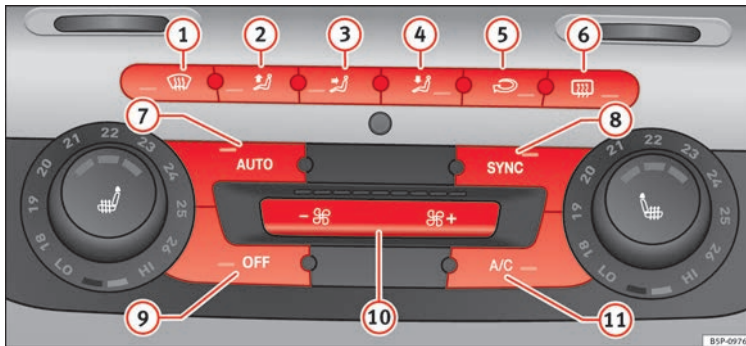

Abb. 120 Bedienelemente der 2C-Climatronic an der Instrumententafel.
– Zum Einschalten des manuellen Betriebs betätigen Sie eine der Tasten » Abb. 120 ① bis ⑤ oder aber die Gebläsetasten ⑩. Die jeweils eingestellte Funktion wird am Display des Radios bzw. des Navigationssystems angezeigt.
– Drücken Sie die Taste **UMLUFT** **Abb. 120**, um den Umluftbetrieb ein- oder auszuschalten. Bei eingeschaltetem Umluftbetrieb erscheint am Display das Symbol **UMLUFT**.